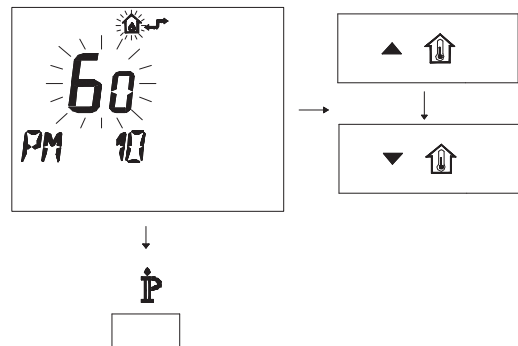

Рисунок 5.50
- Измените заданное значение при помощи кнопки **▲** или **▼** и подождите, пока заданная цифра не начнет мигать (Рисунок 5.50).